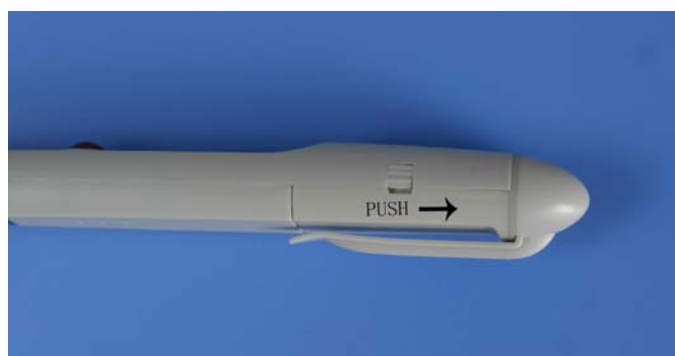

图 3
- 2、按肩头方向推开电池盖（如图 3）
- 4、按图 3 相反方向盖上电池盖